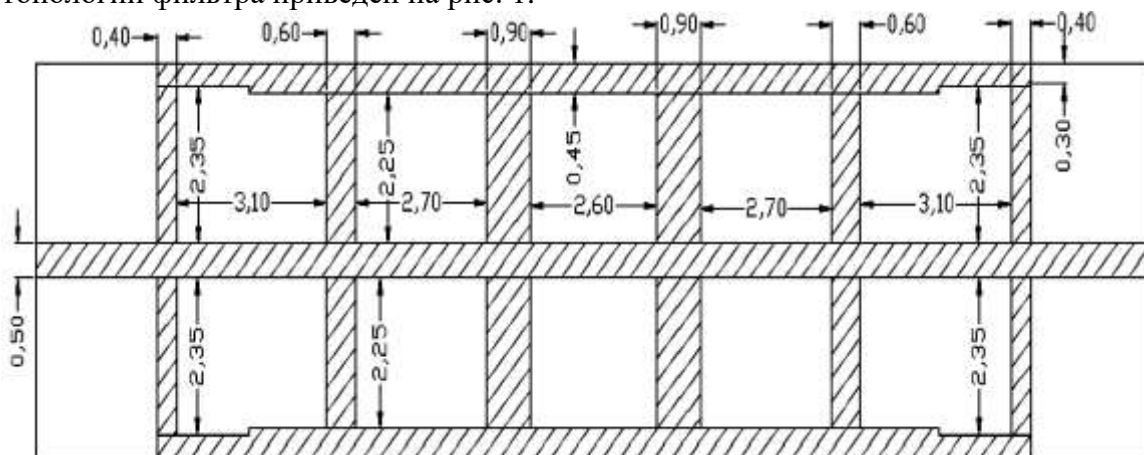

Рис. 1
1. С использованием САПР Microwave Office произвести моделирование микрополоскового ППФ на шлейфах в диапазоне частот от 4 до 16 ГГц. Построить на одном графике частотные зависимости S_{21} и КСВн. Определить полосу пропускания фильтра. Внешний вид топологии фильтра приведен на рис. 1.